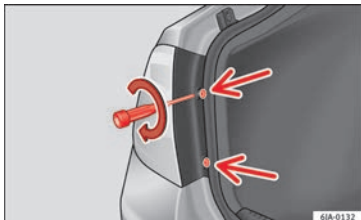

Abb. 103 Heckleuchteneinheit einbauen
- Ziehen Sie mit einem Einsteck-Schraubendreher oder einem T20 Torx-Schlüssel (im Uhrzeigersinn drehen » **Abb. 103**) die beiden Befestigungsschrauben des vorderen Bereichs der Leuchte fest.